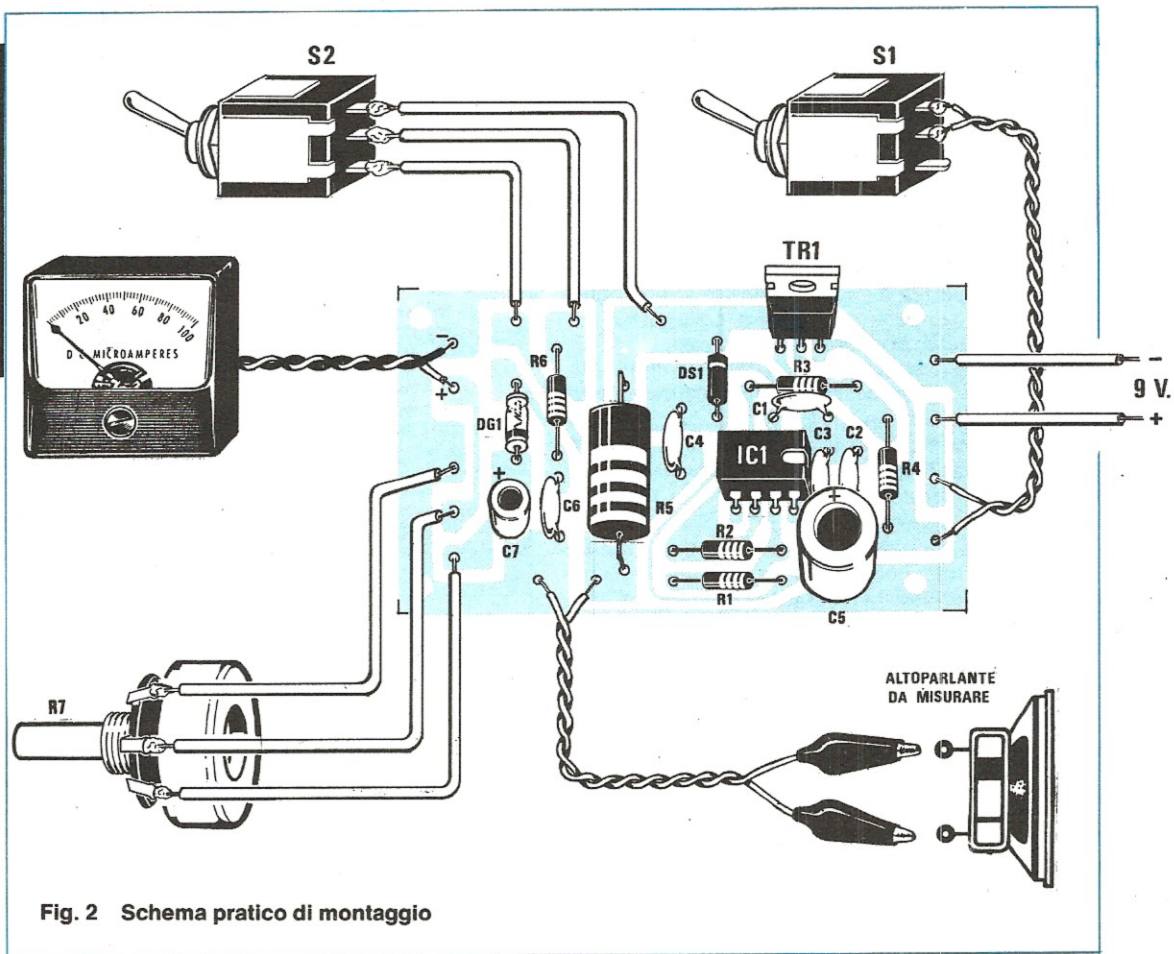

Fig. 2 Schema pratico di montaggio
**Fig. 2** Connessioni (viste da sotto) dei due integrati stabilizzatori impiegati in questo progetto. L'involucro esterno è collegato alla massa quindi non esiste il pericolo di cortocircuiti.
Terminata questa prima fase del montaggio dovremo ora preoccuparci di effettuare tutti i collegamenti con i componenti esterni e qui crediamo che lo schema pratico di fig. 2 sia sufficientemente esplicativo per impedirvi di commettere errori di qualsiasi genere.